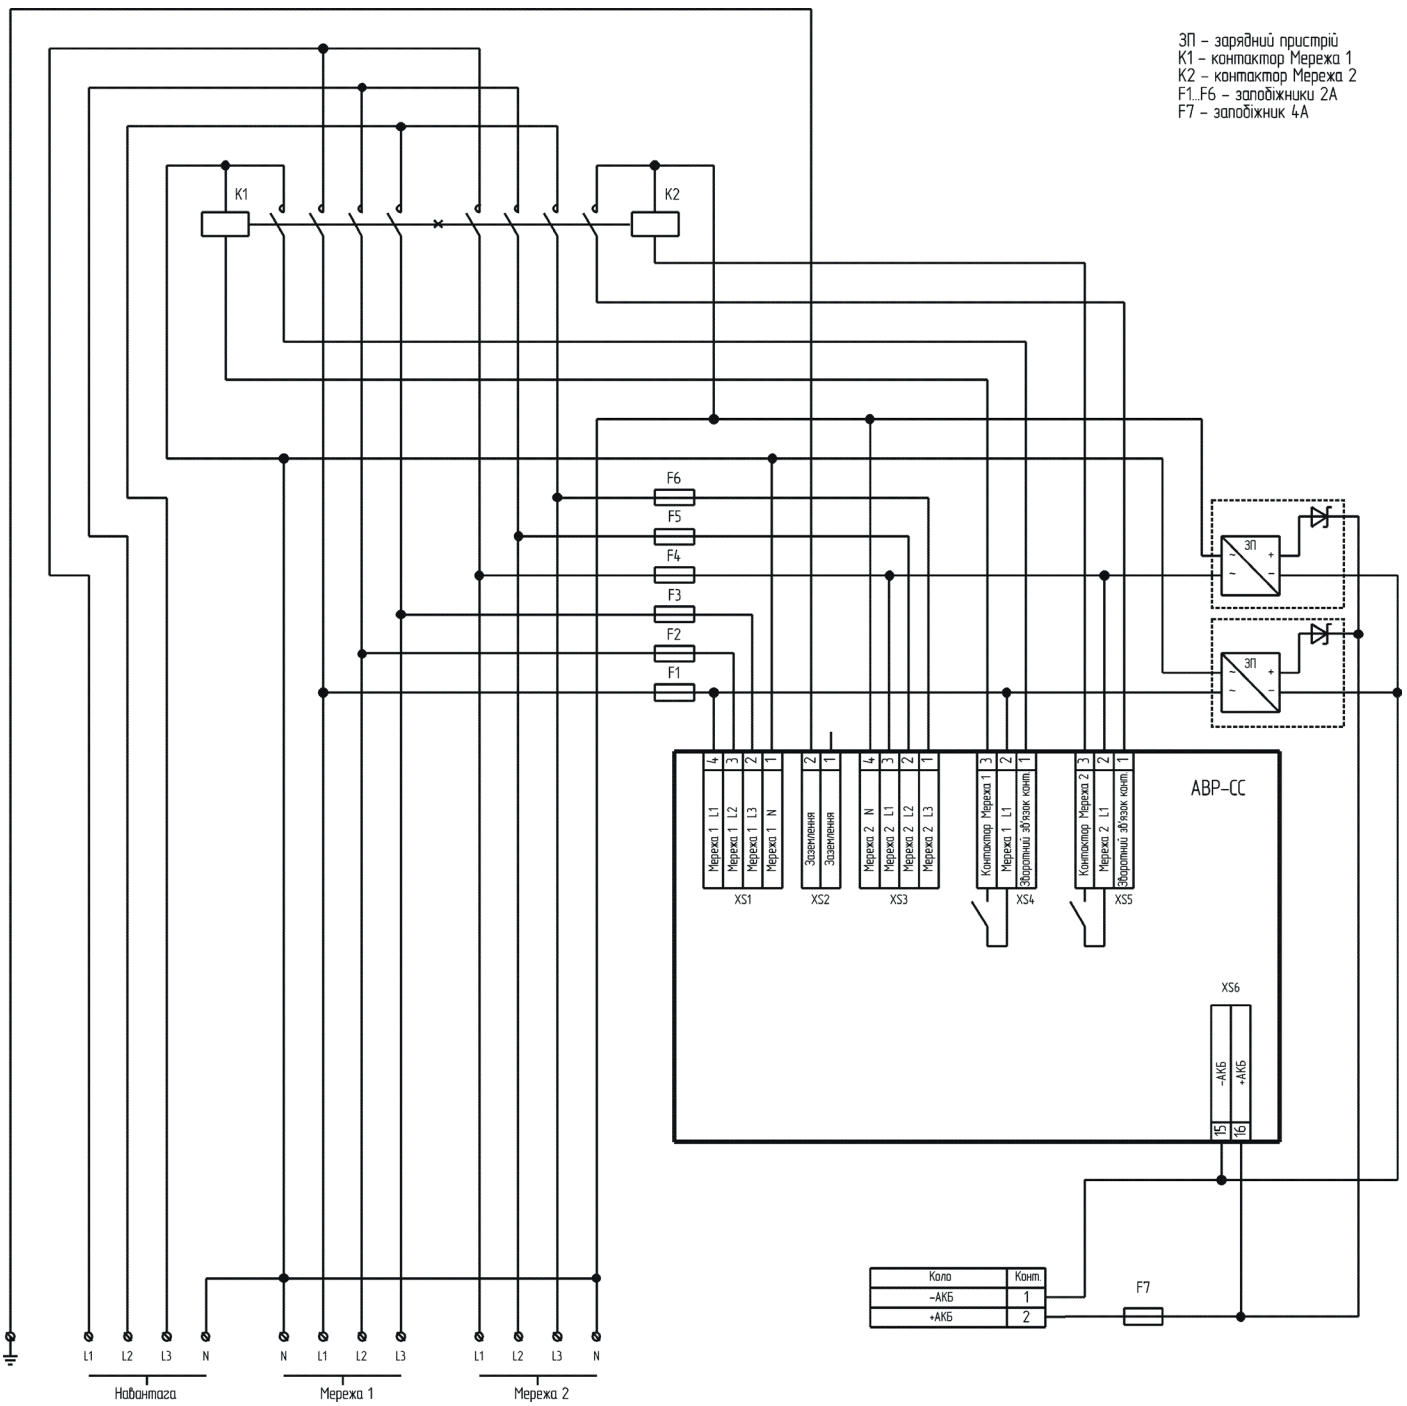

Рис. 6.2 – Схема підключення контролера для конфігурації AVR33 зі спільним нейтральним проводом
6.2.1 Роз'єми XS1 – XS7 для підключення контролера розташовані з двох сторін корпусу контролера (рис. 6.1). Призначення контактів роз'ємів представлено табл. 6.1 – 6.7. Підключення зовнішніх електричних кіл до контролера здійснюється згідно з рекомендованими схемами підключення (рис. 6.2 – 6.4). Обов'язково використовуйте запобіжники, вказані на схемах. Підключення до роз'ємів XS1 – XS5 обов'язково повинні виконуватися окремими кабелями. Для нормальної роботи функції контролю обриву нейтрального дроту має бути підключене заземлення до роз'єму XS2.